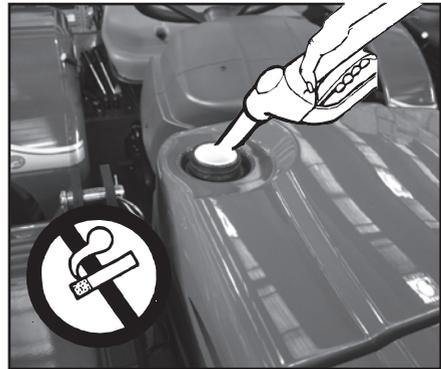

Abb. 2.6
- Beim Tanken NICHT rauchen. Nicht in der Nähe offener Flammen tanken (Abb.2.6).